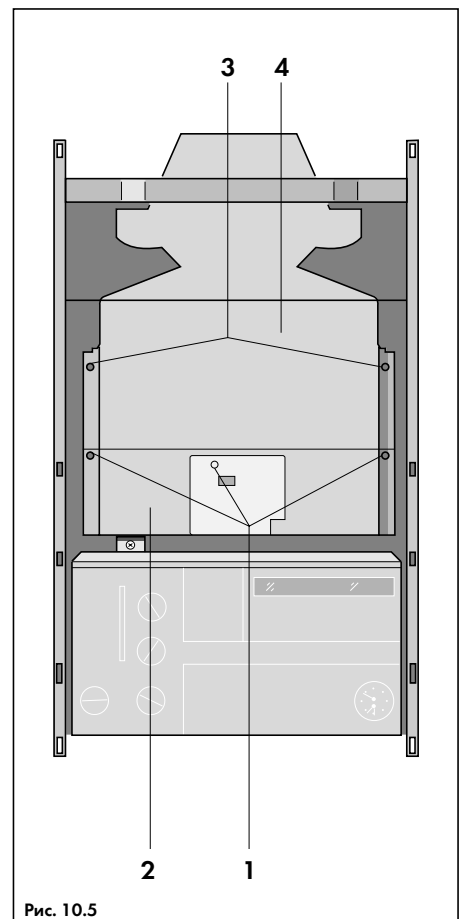

Рис. 10.5
- Удалить винты (1, рис. 10.5), служащие для закрепления теплоотражающего щитка камеры сгорания (2, рис. 10.5);
- Удалить винты (3, рис. 10.5), служащие для закрепления передней стенки камеры сгорания (4, рис. 10.5).
- Установить на место переднюю стенку камеры сгорания (4, рис. 10.5), закрепив ее винтами (3, рис. 10.5). При этом проконтролировать состояние теплоизоляционного мата;
- Установить на место теплоотражающий щиток камеры сгорания (2, рис. 10.5), закрепив его винтами (1, рис. 10.5);